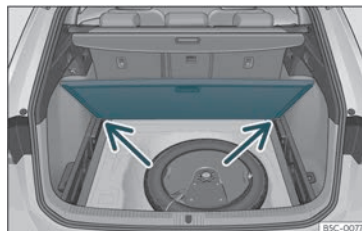

Fig. 123 Piso variable do maleteiro: posición inclinada.
- Apoie o piso sobre os aloxamentos previstos para tal uso»» fig. 123 (frechas).